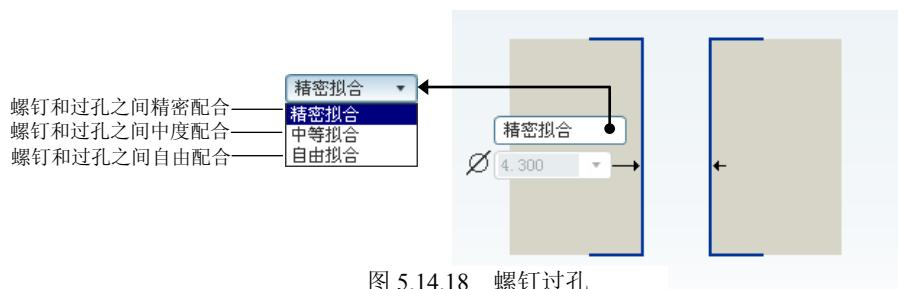

图 5.14.18 螺钉过孔
(4) 螺钉过孔形式。有三种形式的过孔。
- 在操控板中取消选择 螺钉 、 M 和 H , 选择“间隙孔” D , 再单击 形状 , 则螺孔形式如图 5.14.18 所示。